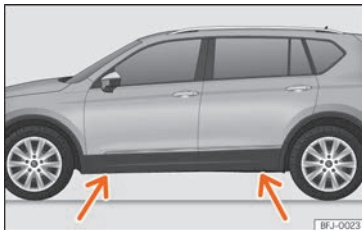

Abb. 40 Aufnahmeplätze für den Wagenheber.
- Suchen Sie am Längsträger die Markierung des Aufnahmepunktes für den Wagenheber (Eindrückung), die dem zu wechselnden Rad am nächsten liegt »» » **Abb. 40**.